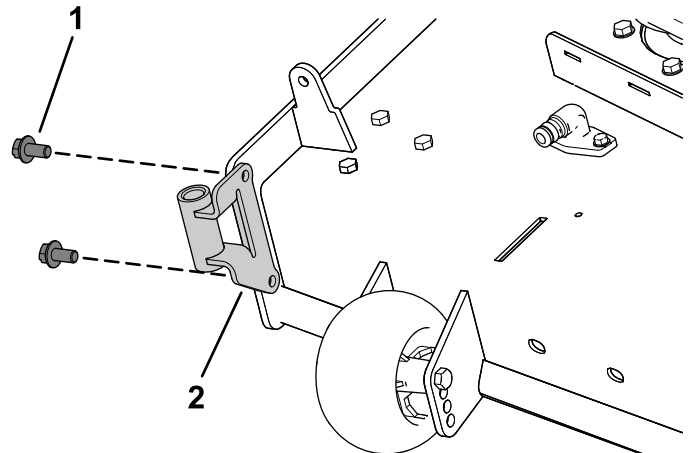

Bild 7
- Befestigen Sie die Gebläsestütze mit zwei Sechskantstellschrauben ($\frac{3}{8}$ " x $\frac{3}{4}$ ") am Mähwerk, wie in Bild 7 abgebildet.